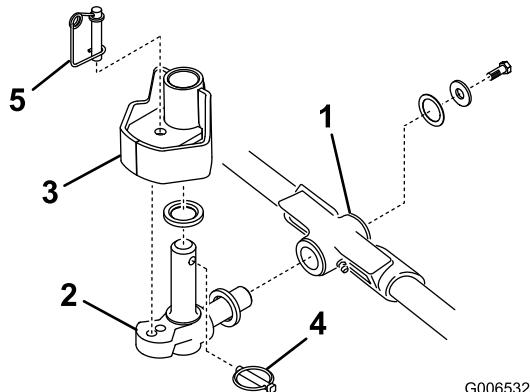

図 17
1. スラストワッシャをピボットナックルの水平シャフトに差し込む図 17。
2. ピボットナックルの水平シャフトをキヤリアフレームの取り付け穴に差し込む図 17。
3. スラストワッシャ、平ワッシャ、フランジヘッドネジを使って、ピボットナックルをキヤリアフレームに固定する図 17。
4. ピボットナックルの垂直シャフトにスラストワッシャを差し込む図 17。
に差し込む図17。昇降アームのステアリングプレートの下にある枚のゴム製センターリングバンパーの間に、ピボットナックルを挟む。
6. ピボットナックルのシャフトに付いている穴にリンチピンを差し込む図17。
注 カッティングユニットを固定モードで使用する場合にはステアリングロックピンをピボットナックルの取り付け穴に差し込んでください図17。
11. ステアリングロックピンの下にスプリングを掛ける図17。